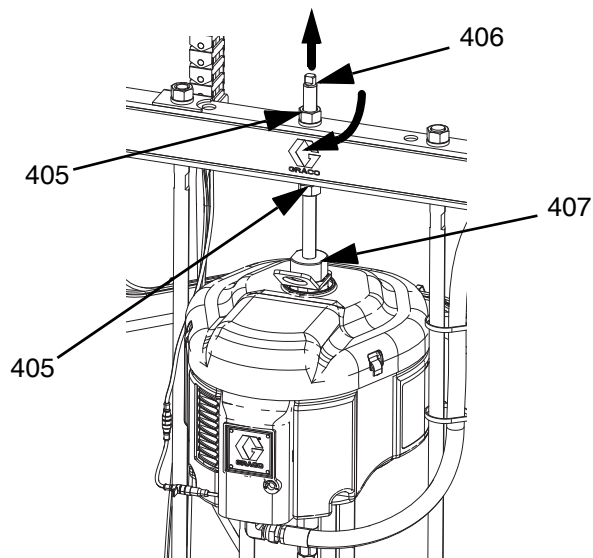

FIG. 43
1. Introduza a bomba volumétrica (C) na base (D). Siga os passos de **Ligação da base** na página 106.
3. Conecte o motor pneumático (B):
- a. Utilize a chave inglesa na porca (405) no topo da barra de pressão para baixar o motor pneumático (B) para a bomba volumétrica (C). Consulte a FIG. 43 na página 107. Enrosque a porca (405) e aperte-a sob a barra de pressão. Aperte a porca (405) abaixo da barra de pressão para 25 pés-lb (34 N•m) no máximo.